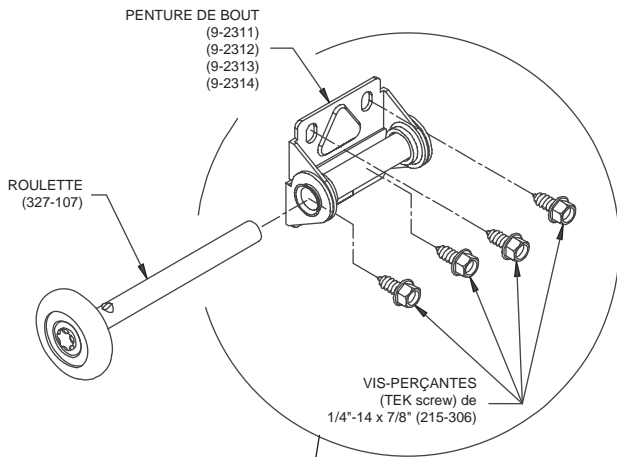

FIGURE 6
7) Attachez le portions inférieures de penture #1 avec deux (2) vis-perçantes (TEK screw) de 1/4" x 7/8" (dans des trous préparés dans l'embout) sur la portion supérieure du panneau du bas, voir figure 6 et 7. Les pentures de bout sont numérotées de 1 au 3 ou 4.
8) Localisez les pentures du centre tel que montrés dans le tableau en bas. Attachez la portion inférieure de la penture du centre avec deux (2) vis-perçantes (TEK screw) de 1/4" x 7/8". Le centre du pivot de la penture doit être au même niveau que la bordre supérieure du panneau, voir figure 6 et 7. Pour les portes 16'-4" de large et plus, utilisez la penture du centre avec tendre dessinée pour les barres de renforcement au lieu des pentures du centre standard, ceci s'applique seulement sur le panneau du bas.
10) Positionnez le panneau intermédiaire #2 au-dessus du panneau du bas #1 et bloquez-le en place temporairement avec des clous. Attachez la portion supérieur de penture #1 à la bordre inférieure du panneau #2 avec deux (2) vis-perçantes (TEK screw) de 1/4" x 7/8". Attachez les portions inférieures de penture #2 avec deux (2) vis-perçantes (TEK screw) de 1/4" x 7/8" dans des trous préparés dans l'embout à la bordre supérieure du panneau #2. Attachez la portion inférieure de la penture du centre avec deux (2) vis-perçantes (TEK screw) de 1/4" x 7/8". Le centre du pivot de la penture doit être au même niveau que la bordre supérieure du panneau, voir figure 6 et 7.
12) Positionnez le panneau intermédiaire #3 au-dessus de panneau intermédiaire #2 et bloquez-le en place temporairement avec des clous. Attachez la portion supérieure de la penture #2 à la bordre inférieure du panneau #3 avec deux (2) vis-perçantes (TEK screw) de 1/4" x 7/8". Attachez les portions inférieures de la penture #3 avec deux (2) vis-perçantes (TEK screw) de 1/4" x 7/8" dans des trous préparés dans l'embout à la bordre supérieure du panneau #3. Attachez la portion inférieure de la penture du centre avec deux (2) vis-perçantes (TEK screw) de 1/4" x 7/8". Le centre du pivot de penture doit être au même niveau que la bordre supérieure du panneau, voir figure 6 et 7.
13) Pour une porte de cinq (5) panneaux, positionnez le panneau intermédiaire #4 au-dessus de panneau #3 et bloquez-le en place temporairement avec des clous. Attachez la portion supérieure de la penture #3 à la bordre inférieure du panneau #4 avec deux (2) vis-perçantes (TEK screw) de 1/4" x 7/8". Attachez les parties inférieures de la penture #4 avec deux (2) vis-perçantes (TEK screw) de 1/4" x 7/8" dans des trous préparés dans les embouts à la bordre supérieure du panneau #4. Attachez la portion inférieure de la penture du centre avec deux (2) vis-perçantes (TEK screw) de 1/4" x 7/8". Le centre du pivot de la penture doit être au même niveau que la bordre supérieure du panneau, voir figure 6 et 7.
14) Positionnez le panneau du haut #5 au-dessus du panneau intermédiaire #4 et bloquez-le en place temporairement avec des clous. Attachez la portion supérieure de la penture #4 à la bordre inférieure du panneau #5 avec deux (2) vis-perçantes (TEK screw) de 1/4" x 7/8".